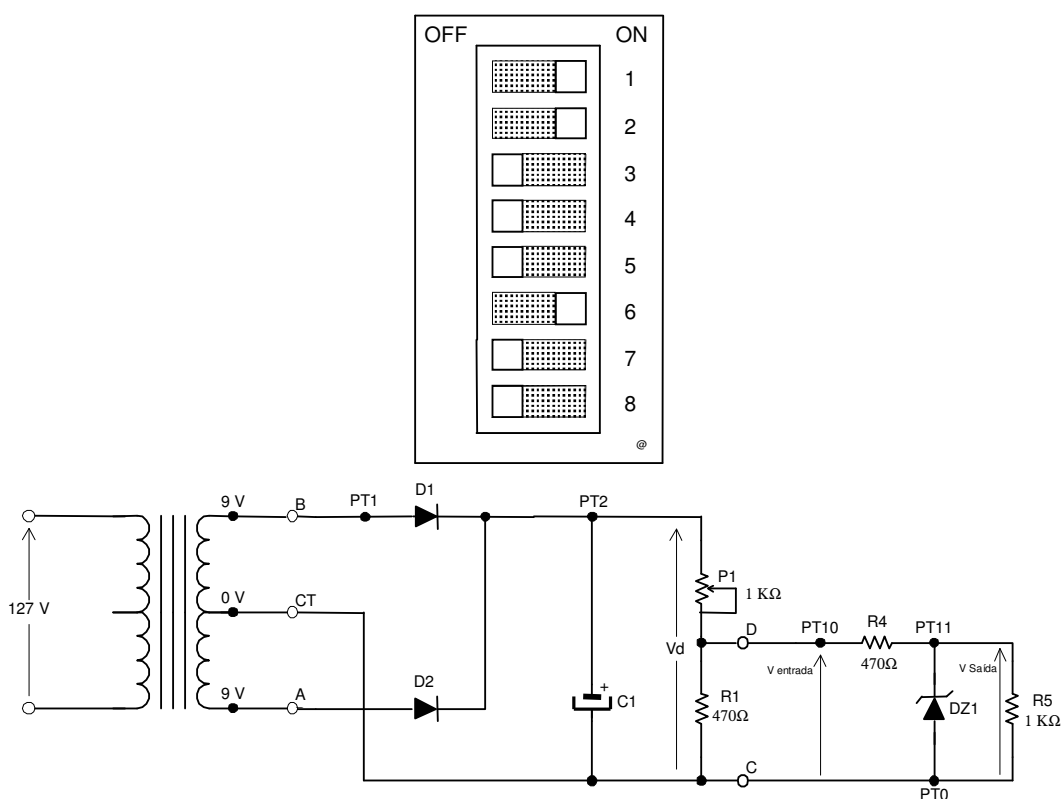

Figura 5.1 – Regulador de Tensão com Diodo Zener
2. Fechar as chaves CH1, CH2 e CH6 da Placa de Circuitos Retificadores CEB-01 (as demais chaves devem ficar na posição aberta). Nestas condições tem-se o circuito equivalente da figura 5.1.